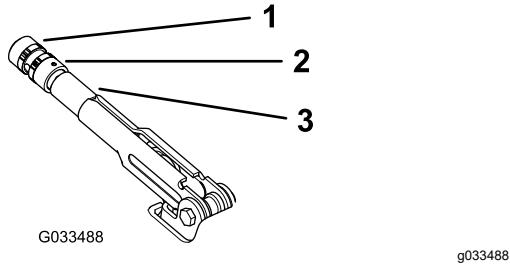

Figure 64
2. Desserrez la vis de fixation du bouton sur le levier du frein de stationnement (Figure 64).